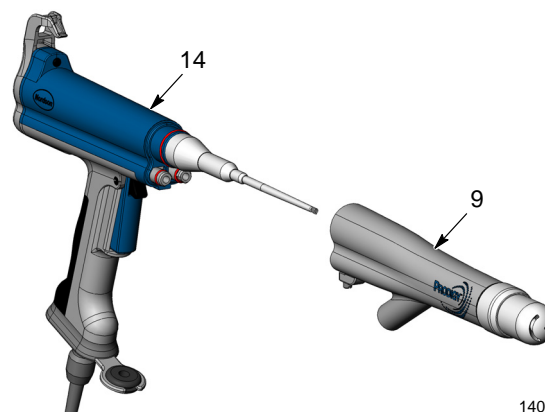

Figura 3 Remoção do adaptador
3. Consulte a figura 3. Puxe o adaptador a direito para fora do corpo da pistola (14).